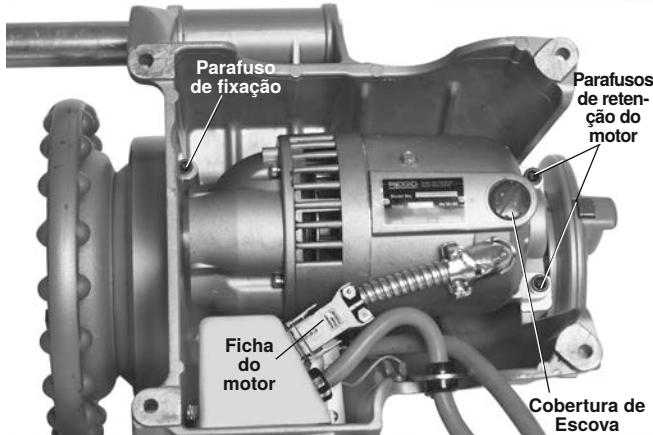

Figura 32 – Remoção da tampa do motor/substituição de escovas
3. Coloque a máquina numa bancada desimpedida e estável. Vire a máquina para aceder à parte inferior (figura 32).